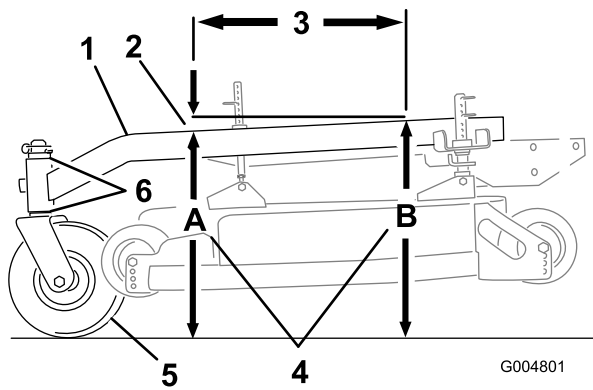

Figure 68
L'inclinaison avant/arrière du bâti porteur doit être comprise entre 3 mm (1/4") et 9 mm (3/8") sur 61 cm (24") de sa longueur (Figure 68).
1. Mesurez 61 cm (24") sur le bâti porteur (Figure 68).
- Mesurez la hauteur du bâti porteur au point **A** (Figure 68).
- Mesurez la hauteur du bâti porteur au point **B** (Figure 68).
- La hauteur au point **A** doit être inférieure de 3 à 10 mm (1/8 à 3/8") par rapport au point **B** (Figure 68).
- Si ce n'est pas le cas, déplacez les entretoises des roues pivotantes de manière à obtenir l'inclinaison voulue de 3 à 10 mm (1/8 à 3/8") (Figure 68). Déplacez les entretoises en haut ou en bas pour corriger l'inclinaison.